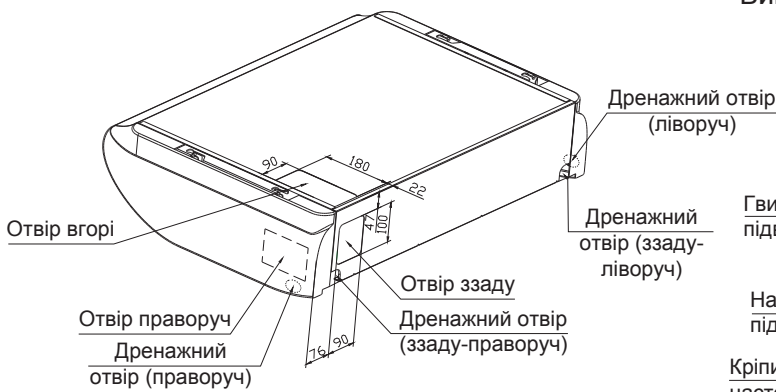

Рис. 3.3.3
- ※ Ви можете виводити трубу (ззаду, праворуч або зверху). (Див. Рис. 3.3.3)